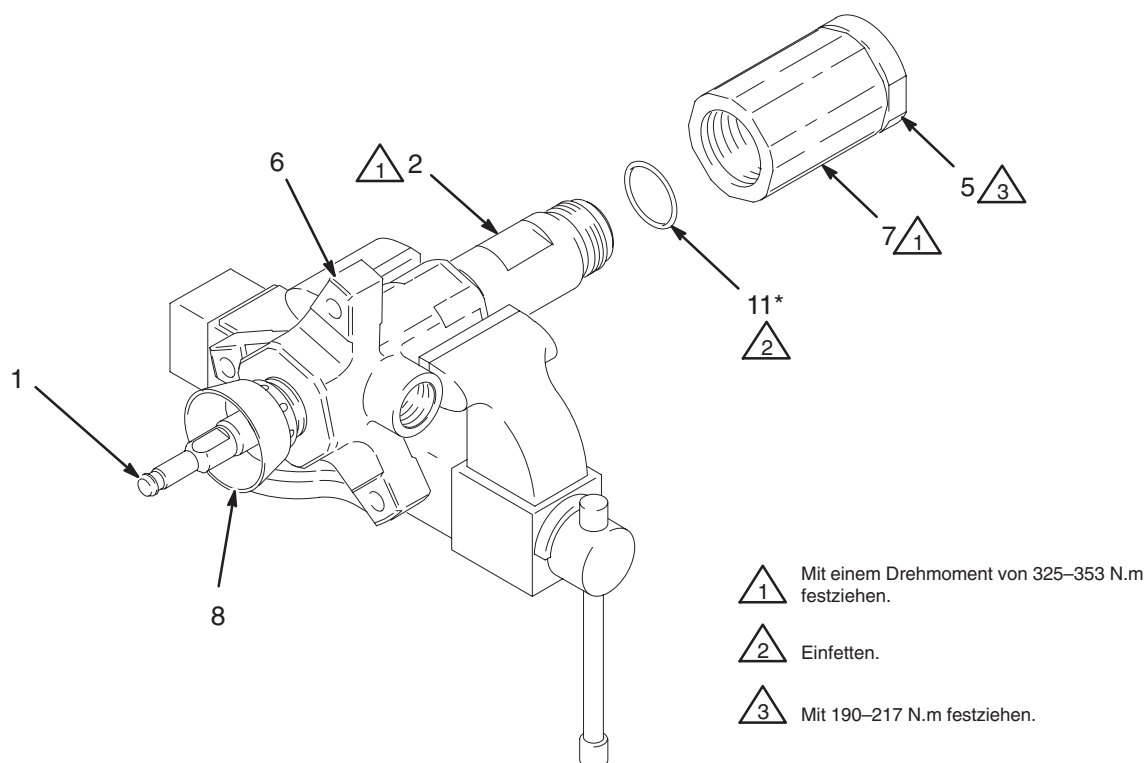

Abb. 9
5. Das Gewinde der Packungsmutter (8) einfetten und diese locker in das Auslaßgehäuse (6) einschrauben.
6. Die Kolbenpackungen einfetten. Die Kolbenstange (1) und den Kolbensatz in den Zylinder (2) hinunterschieben. Der Zylinder ist symmetrisch, das heißt, es spielt keine Rolle, welches Ende nach oben weist. Mit einem Gummihammer die Stange in den Zylinder treiben, bis sich des Kolbens (10) in der Mitte des Zylinders befindet.
7. Dichtung (11*) am oberen Ende des Zylinders (2) einbauen. Dichtung und oberes Gewinde des Zylinders einfetten.
8. Auslaßgehäuse (6) wie in Abb. 9 gezeigt in einen Schraubstock einspannen. Die Kolbenstange (1) in das Auslaßgehäuse nach oben schieben, dann den Zylinder (2) handfest in das Auslaßgehäuse einschrauben. Das Gewinde greift leicht ein, bis die Dichtung (11*) die Dichtungsoberfläche des Auslaßgehäuses berührt. Das obere Ende der Stange steht aus der Packungsmutter (8) vor.
- Die Dichtung (11*) in das untere Ende des Zylinders (2) einbauen. Siehe Abb. 9. Die Dichtung und das Gewinde des Zylinders einfetten. Das Einlaßgehäuse (7) handfest auf den Zylinder schrauben. Das Gewinde greift leicht, bis die Dichtung die Dichtungsfläche des Einlaßgehäuses berührt.
- Mit einer Rohrzanze das Einlaßgehäuse (7) mit 325–353 N.m festziehen. Dadurch wird auch der Zylinder (2) mit dem richtigen Drehmoment in das Auslaßgehäuse (6) geschraubt. Siehe Abb. 9.
- Mit einem 70 mm (2–3/4") Steckschlüssel oder einer Rohrzanze das Einlaßventil (5) mit 190–217 N.m festziehen.
- Die Packungsmutter (8) mit 61–75 N.m festziehen.